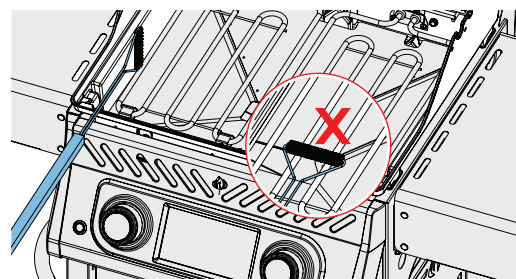

Fig. 7
2. Brug en blød messingtråd børste til at rense løse affald. Børst alt affald fra indersiden af apparatet ned i den aftagelige drypbakke. BRUG IKKE børsten på de elektriske kogeplader. (Fig. 7)